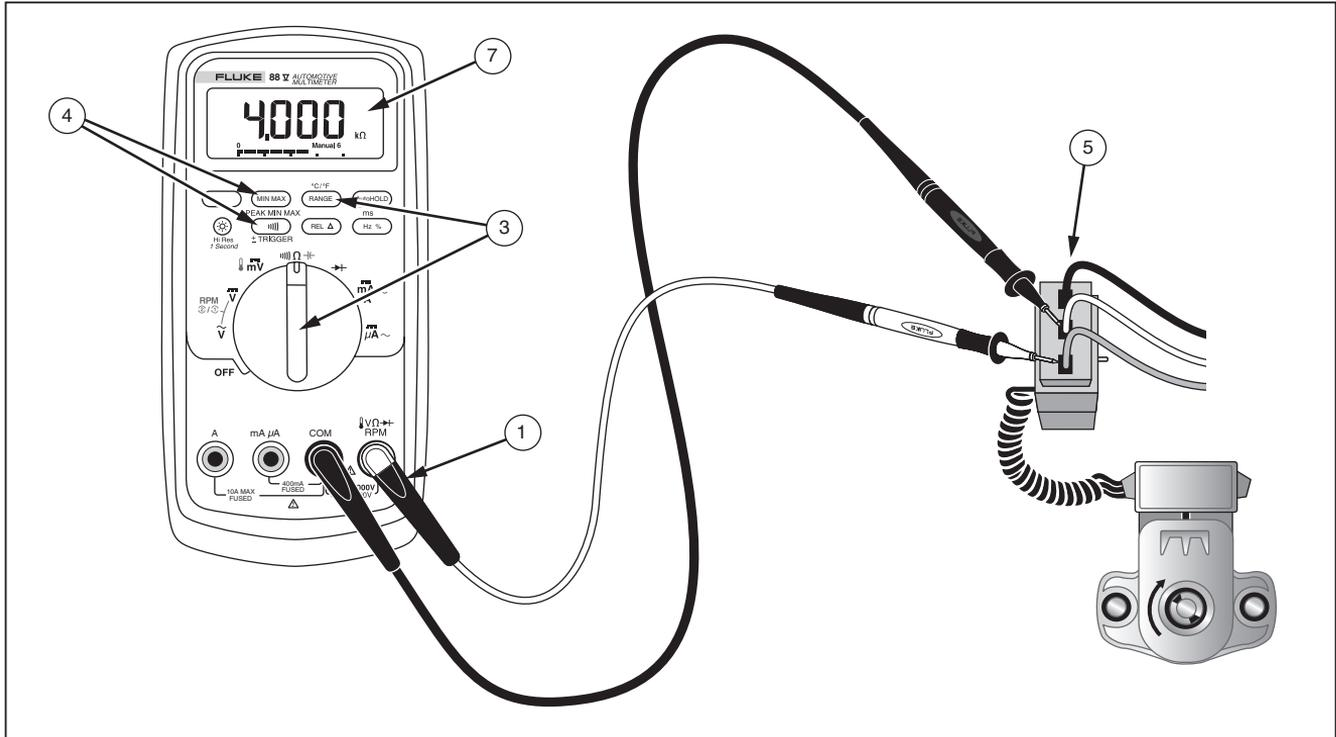

Abbildung 16. Prüfen des Widerstands des Drosselklappenstellungssensors
1. Die Messleitungen gemäß Abbildung 16 in die Eingangsanschlüsse einführen.
5. Die Messleitungen wie in Abbildung 16 abgebildet anschließen.
4. Die Messleitungen wie in Abbildung 16 abgebildet anschließen.